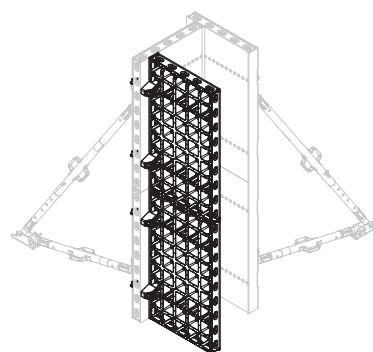

Fig. C1.08
8. Prémonter de la même manière les 3^{ème} et 4^{ème} éléments de coffrage à l'aide de baguettes d'angle DUO 135 et raccorder à l'aide du connecteur d'angle DUO (23). (Fig. C1.08 + C1.09)